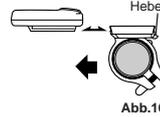

Abb.16
Das Gerät von hinten auf die Halterung schieben, bis es einrastet. Beim Entfernen nach vorne abziehen, Hebel gleichzeitig drücken (Abb. 16).
• Testfunktionen (Abb.16)